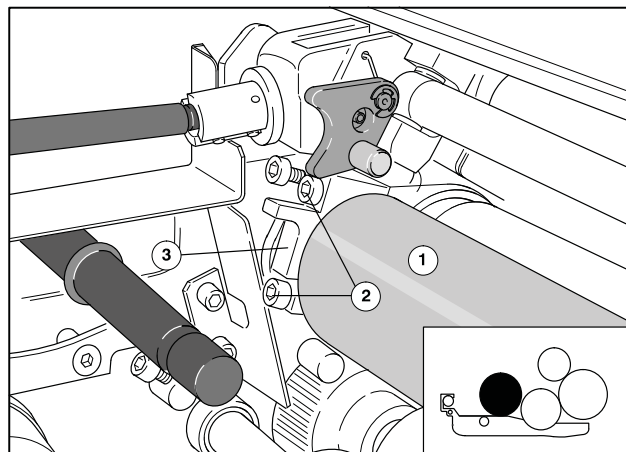

図10 湿しローラの取り外し
- ① 湿し装置のガードを開きます。
- ② 付属のホルセットレンチを使って、軸受けキャップ(図10/③)のネジ(図10/②)を緩めます。このネジは軸受けキャップから取り外せません。
- ③ 軸受けキャップ(図10/③)を外します。
- ④ 反対側についても同じ作業をします。
- ⑤ 軸受けから湿しローラ(図10/①)を取り外します。
- ⑥ 湿し装置のガードを閉じます。